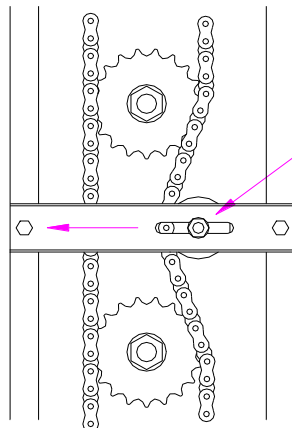

Abbildung 9
- d) Lockern sie nur leicht die Schraube (1) Abb.9 und verschieben Sie den Spanner nach Links. Wenn die Kette nun gestrafft ist, fixieren Sie den Spanner, indem Sie die Schraube anziehen (1).